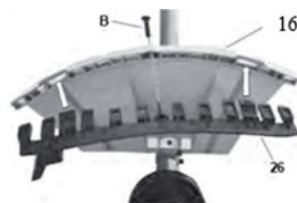

Fig.3-3
1. Bei Verwendung des Nylonkopfes sollte immer der zusätzliche Schutz mit der Schneidklinge angebracht werden. (Abb. 3-3, Abb. 3-4)
- Befestigen Sie den Zusatzschutz (26) mit der Schraube (B). (Abb. 3-3)
- Lösen Sie die Schraube (B); (Abbildung 3-3).